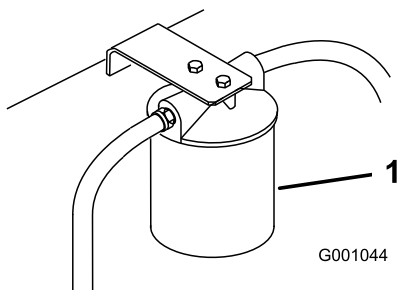

Figure 69
3. Placez un bac de vidange sous le filtre, retirez les filtres usagés et essuyez la surface du joint des adaptateurs (Figure 69).